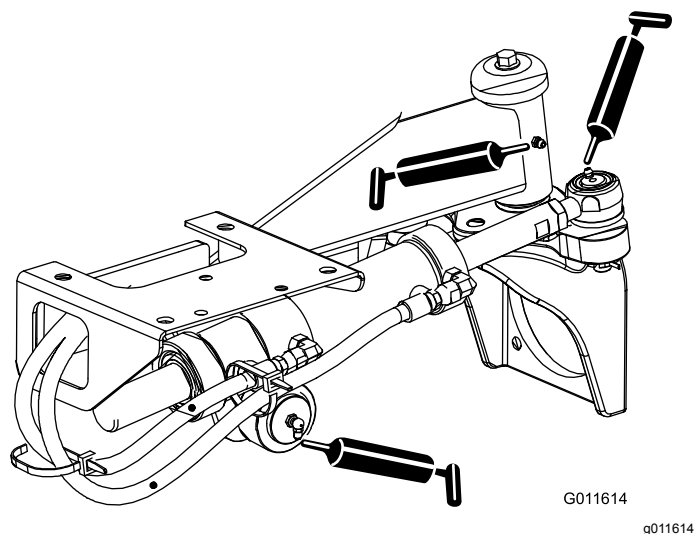

図 52
- ステアリングシリンダのボールジョイント2ヶ所と後アクスル1ヶ所 — 図 52